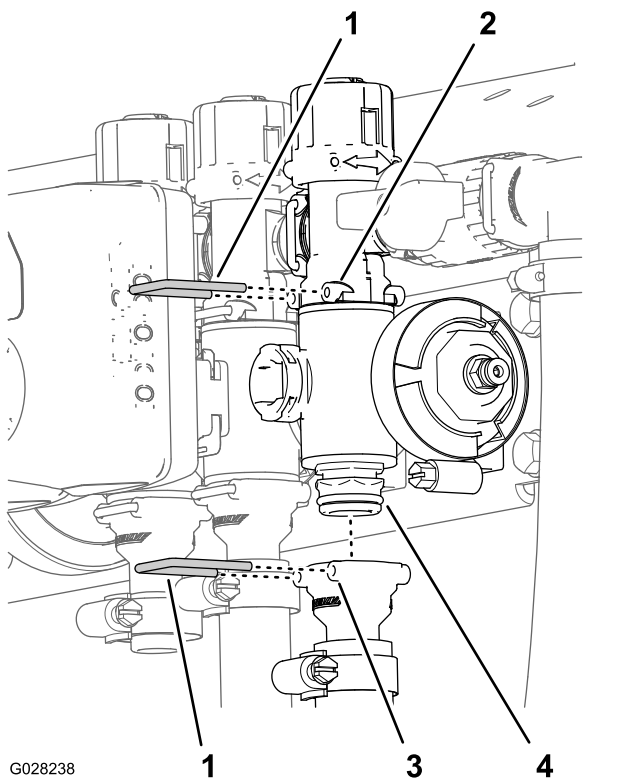

図 137
2. 個別boomバルブのマニホルドをバイパスフィッティングに固定しているリテーナを外す 図 137。